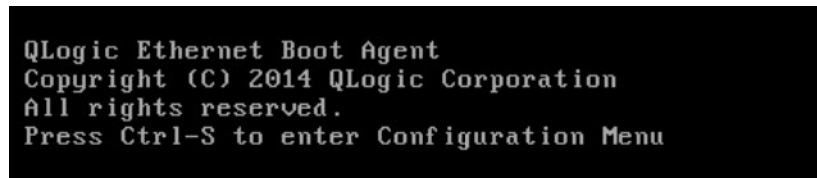

Ilustración 13-1. Invocación de la utilidad CCM
1. Invoque la utilidad CCM durante POST. En el banner del QLogic Ethernet Boot Agent (Ilustración 13-1), presione las teclas CTRL+S.